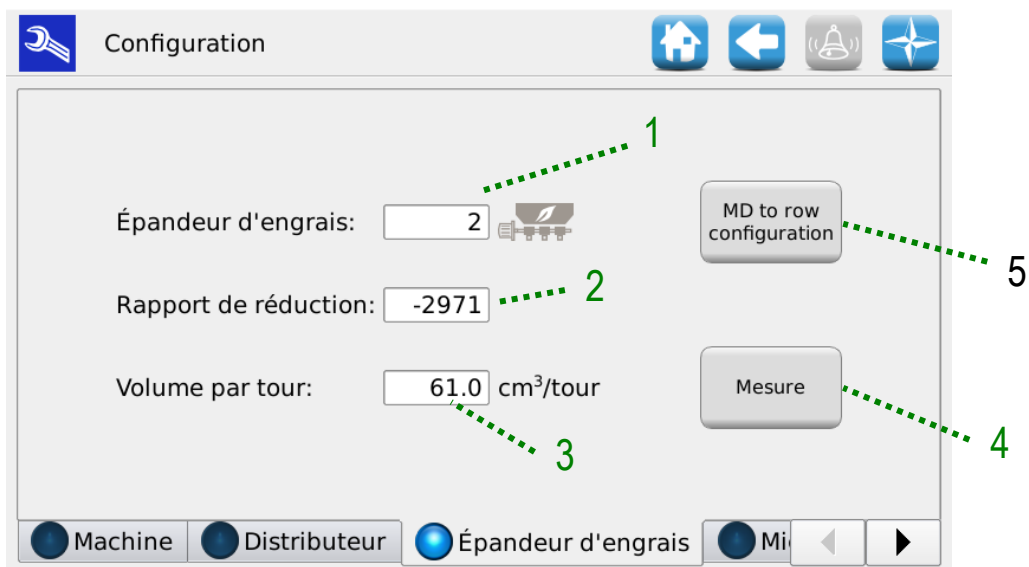

Figure 3-11 Paramètres de configuration Épandeur d'engrais
2. Appuyer sur le bouton "Configuration MD rangs" (indiqué par 5 dans la Figure 3-11).
Appuyer sur le bouton "Mesure" (indiqué par 4 dans la Figure 3-11) sur la page de configuration de l'engrais et du microgranulateur afin de démarrer l'assistant pour calculer expérimentalement la quantité de produit qui doit être délivré de la trémie par moyen de la vis sans fin.